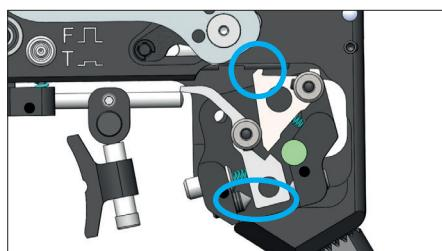

Fig. 7
1. Introduisez la détente mécanique dans votre LP500 comme indiqué sur la fig. 7. La détente se trouve dans les zones marquées. À présent, poussez la détente vers l'avant (dans le sens de tir) jusqu'à ce que la première vis de blocage puisse être montée.